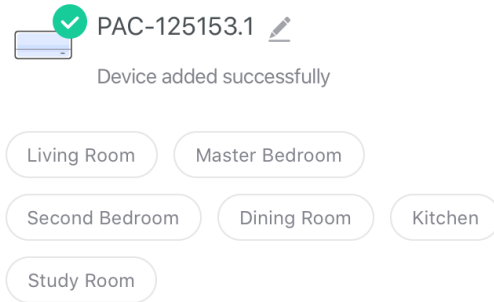

Fig.4
4. Vous pouvez définir le nom de votre appareil en appuyant sur le logo en forme de crayon qui se trouve à côté, et sélectionnez l'emplacement de votre appareil. Appuyez ensuite sur « Done » (Terminé) en haut à droite. (Fig.4)